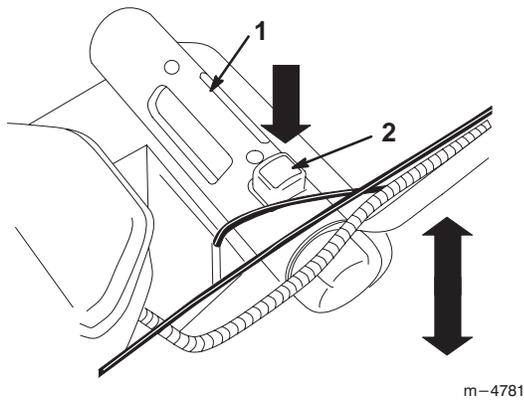

Figure 16
4. Enfoncer le bouton rouge et utiliser le levier de réglage de hauteur de coupe pour augmenter ou réduire la hauteur de coupe (Fig. 16).